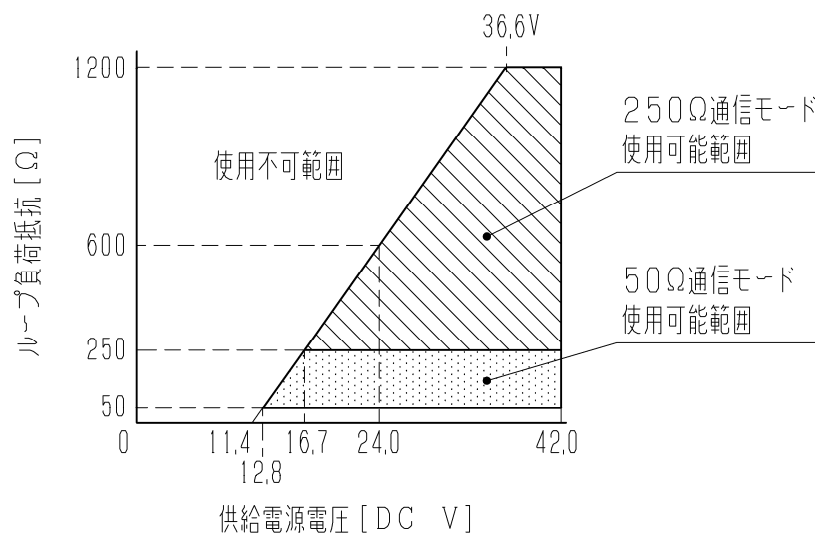

図1 供給電源電圧／ループ負荷抵抗特性
ループ負荷抵抗	250Ω通信モード時 250～600Ω 50Ω通信モード時 50～250Ω (ともに供給電源電圧 DC24V 時の値で、線路抵抗を含みます。 なお、供給電源電圧との関係は外部接続図に記載の図1を参照してください。)
1. 同一ループ内にあるディストリビュータと受信計器の入力負荷抵抗および線路抵抗の合計抵抗値(ループ負荷抵抗値)は図1に示す範囲内であることが必要です。